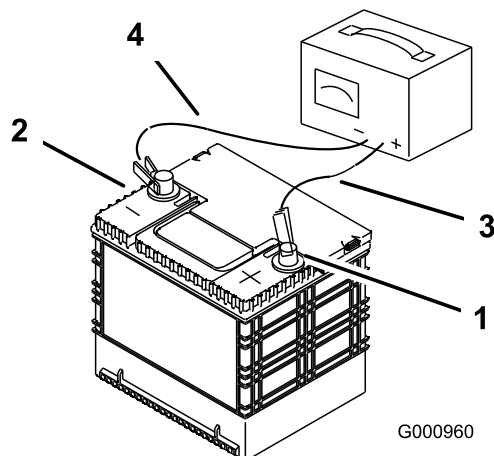

図 53
2. 充電が終わったら、チャージャのプラグをコンセントから抜いてから、チャージャのリード線をバッテリー端子から外す 図 53。